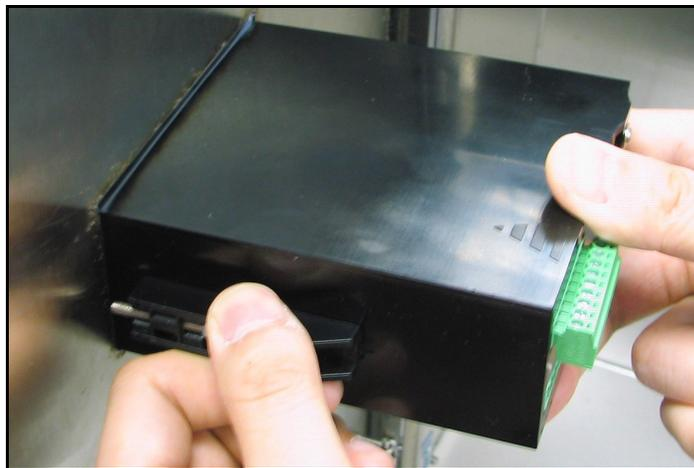

Abbildung 13: Befestigen der Halterungen
5. Halten Sie den Rahmen fest und befestigen Sie die Halterungen, indem Sie sie in Richtung der Rückseite des *Einkanal-Hygrometers* schieben (siehe Abbildung 13).